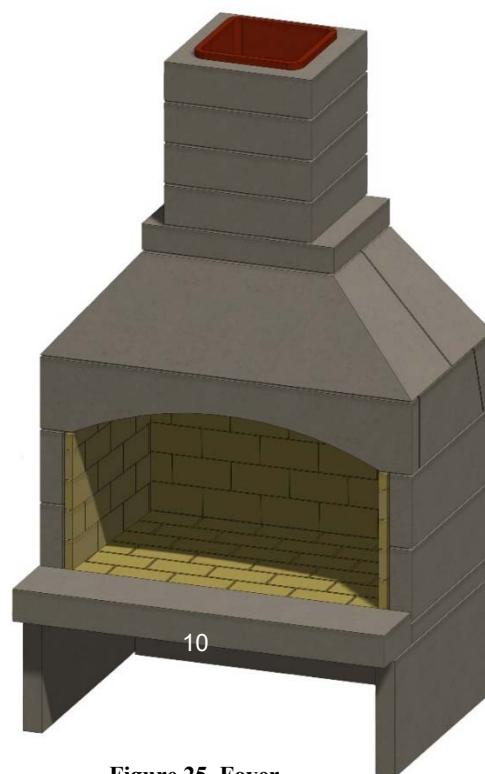

Figure 25. Foyer
Q. Installez la pièce d'âtre (10) si vous utilisez ce composant, et toute extension d'âtre. Voir la figure 25.